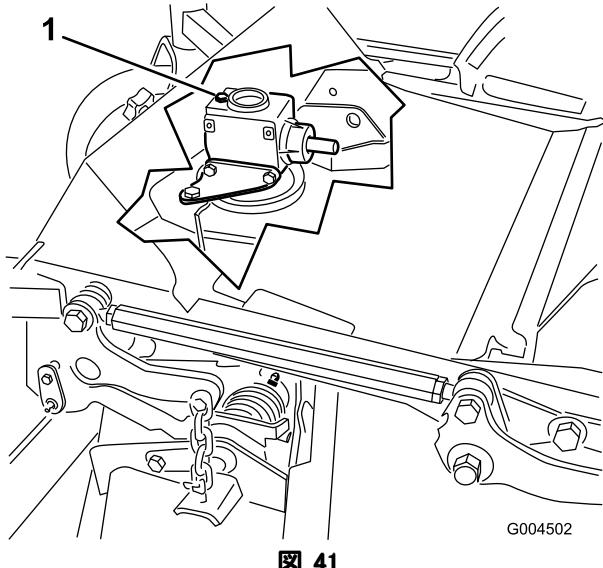

図 41
6. ギア・ボックスの上部についているディップスティック兼給油プラグ(図 41)を取り、オイルの量が、ディップスティックについている2本のマークの間にあることを確認する。
6. ギア・ボックスの上部についているディップスティック兼給油プラグ(図 41)を取りる。